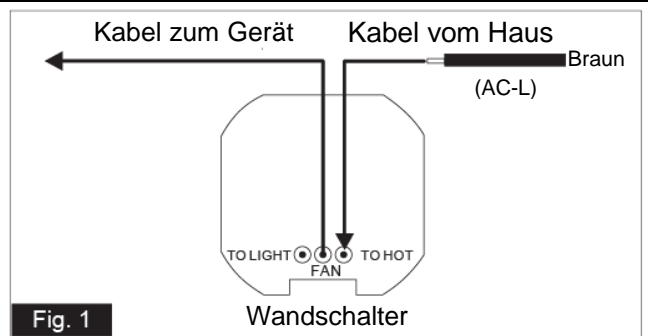

Fig. 1
a. Verbindungen an der Wand (Fig.1):